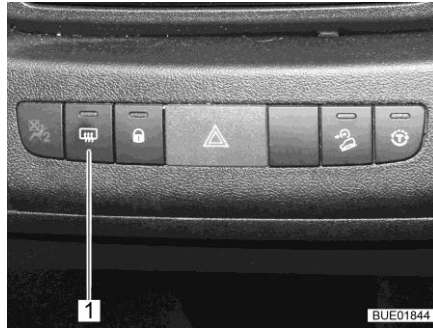

Bild 41 Knapp värme ytterspeglar
- Tryck på knappen (Bild 41,1) på instrumentbrädan. Kontrollampan på reglaget visar att funktionen aktiverats.